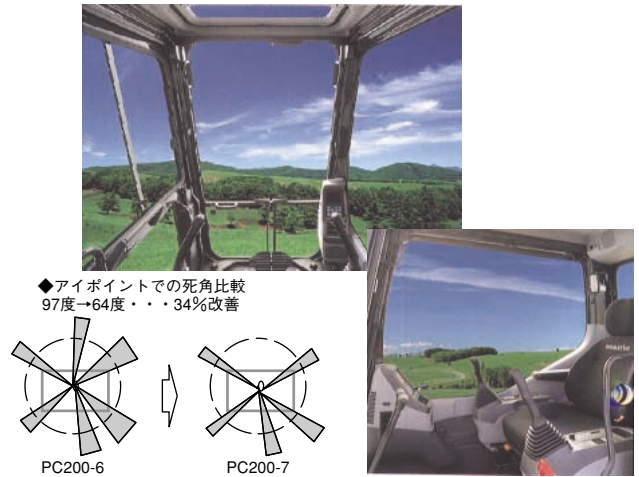

図14 視界性の確保
(2) 視界性を確保するため、キャブの強化フレーム構造は、柱を大きくするのではなく、断面形状を見直すことにより、右側中央の柱を無くし、後方の柱も視界を遮らない形状にした。その結果、オペレータのアイポイントでの柱に遮られる死角は、34%減少した。(図14)